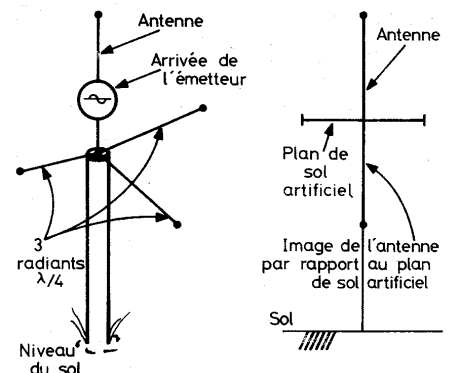

Fig. 5 – L'association de 3 radiants dans l'antenne « ground plane » reconstitue un plan de sol artificiel
reconstituer un « plan de sol » (voir fig. 5): c'est le cas de l'antenne « ground plane ». Dans le cas de l'antenne Marconi, on ne pourra donc se passer de prise de terre mais l'utilisation d'un radiant permettra d'être moins exigeant sur sa qualité, et même de s'en passer pour un trafic en portable!
- le **réseau en « L »** (fig. 6) qui est à la base de tout les autres. La fig. 5 montre les configurations possibles d'un circuit en L. Suivant leur configuration, ces fonctionnent en abaisseur ou élévateur d'impédance selon le branchement.